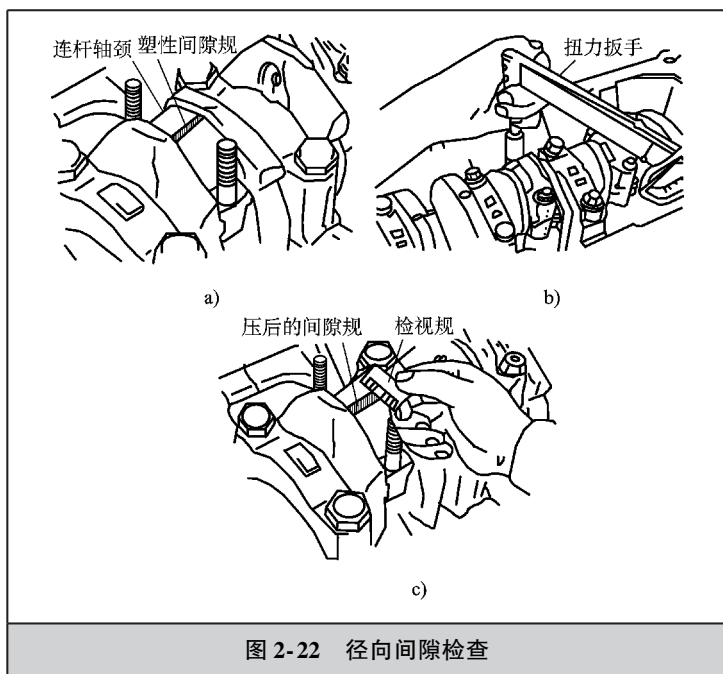

图 2-22 径向间隙检查
1) 塑性间隙规检验法如图 2-22 所示。首先清洁连杆轴颈，在轴颈中间放入一条塑性间隙规（图 2-22a）。然后装上轴承盖，按规定力矩拧紧轴承盖螺栓（图 2-22b）。再拆卸连杆盖，用检视规或用千分尺检查被压扁的塑性间隙规，测量其最宽点的宽度，从压扁后的宽度间接测量并换算成径向间隙值（图 2-22c）。轴颈与轴承的间隙值一般为 0.025 ~ 0.05mm。